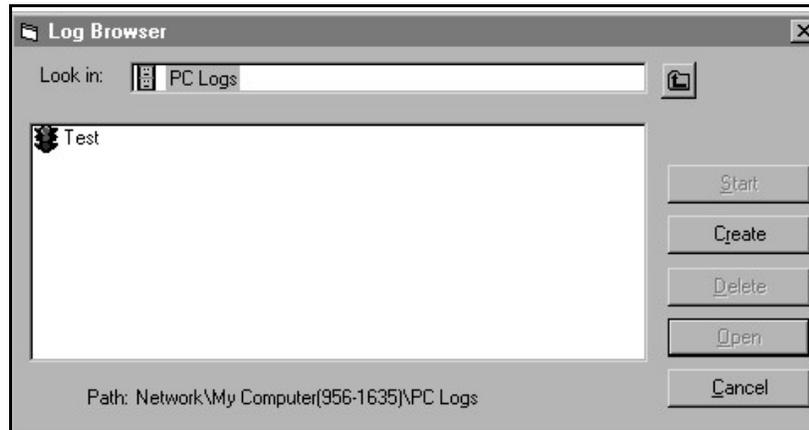

Figure 16: création d'un journal sur PC
3. Cliquez deux fois sur le *PC Logs* (Journaux sur PC) pour passer à la boîte de dialogue illustrée *Figure 16*.
4. Dans la boîte de dialogue ci-dessus (*Figure 16*), cliquez sur le bouton [Create] (Créer) pour créer un nouveau journal.